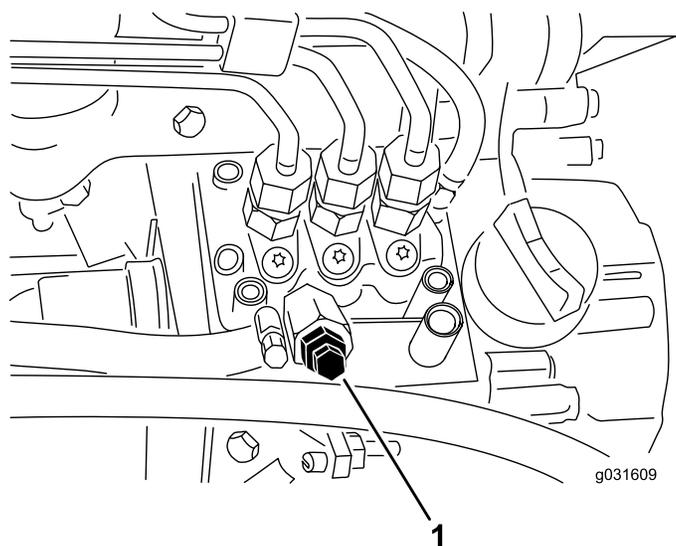

Figura 51
4. Desaperte o parafuso de purga que se encontra na bomba de injeção de combustível (Figura 51).